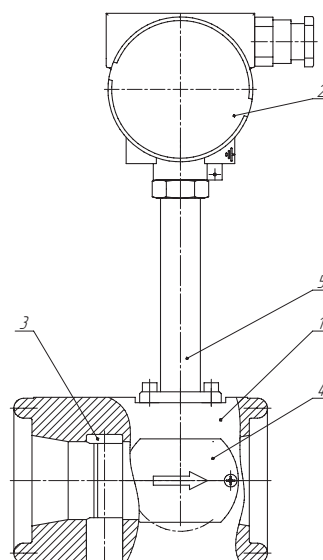

Рисунок 1. Устройство расходомера
Полнопроходной расходомер (см. рисунок 1) состоит из проточной части (1) и электронного блока (2). Проточная часть представляет собой полый цилиндр, в поперечном сечении которого установлено тело обтекания (3). За телом обтекания расположены чувствительные элементы (4) (сенсоры). Электронный блок (2) крепится на цилиндре проточной части с помощью трубчатой стойки с фланцем (5). Электронные платы размещены в электронном блоке.